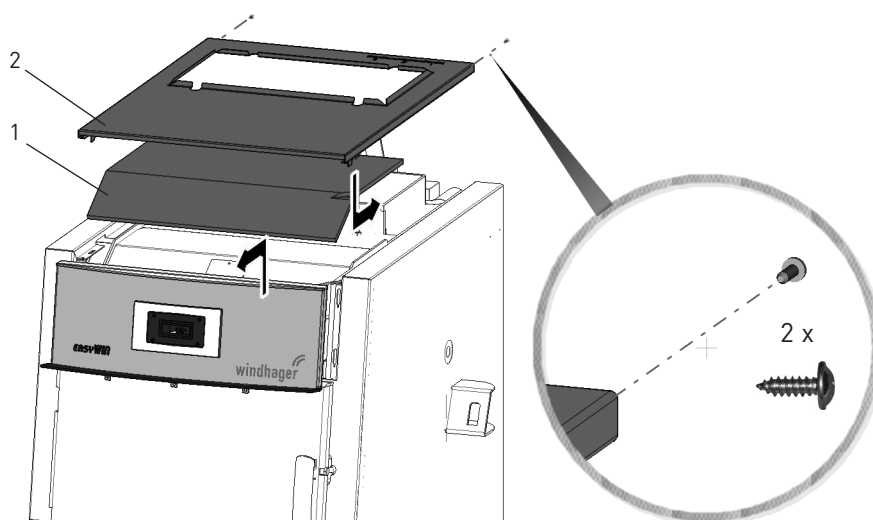

Fig. 14 Montaggio isolamento e copertura.
–Montaggio Isolamento e copertura (parti 1, 2) – Fig. 14.